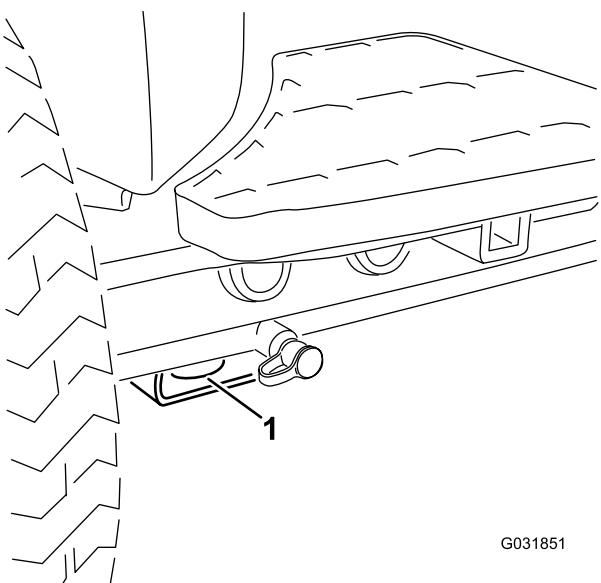
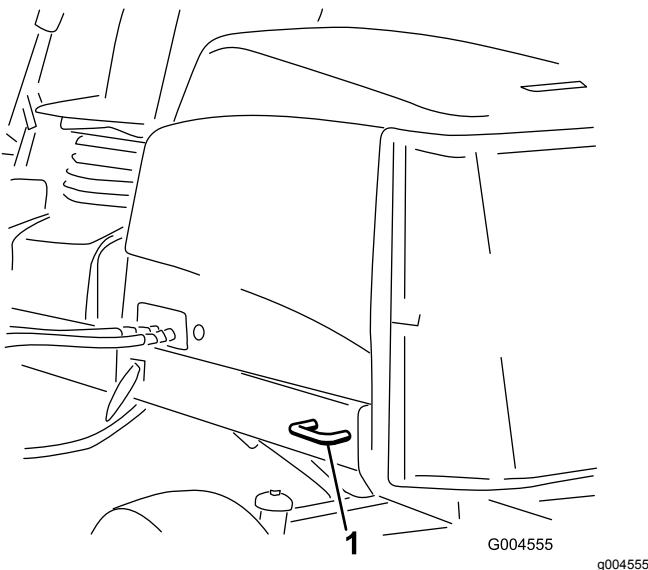

Рисунок 73
Рисунок 74
- Надежно привяжите машину к точкам крепления. И передние, и задние стропы должны быть направлены вниз и в сторону от машины; см. Рисунок 73 и Рисунок 74.
- В передней части – используйте отверстие в прямоугольной подкладке под трубой моста внутри каждого переднего колеса (Рисунок 73)
- В задней части – используйте каждую сторону машины на задней раме (Рисунок 74)